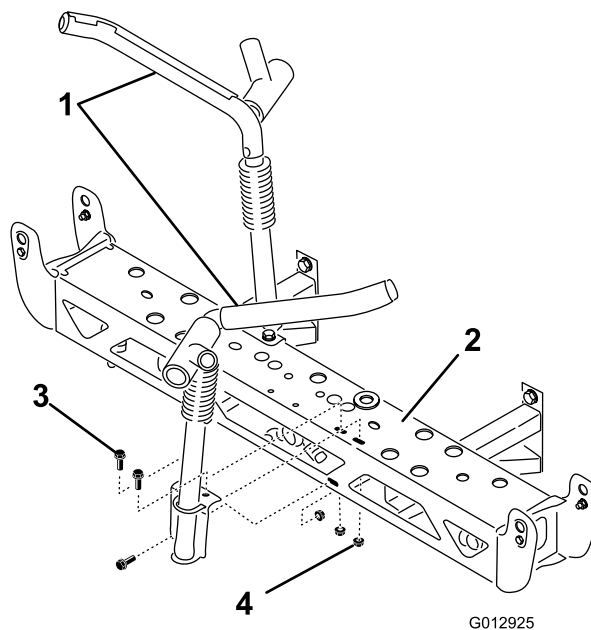

Figura 28
2. Installate i supporti per il trasferimento delle barre sulla barra centrale usando 6 bulloni (3/8 x 1-1/4 pollici) e 6 dadi di bloccaggio (3/8 pollice) Orientateli come illustrato in Figura 28.